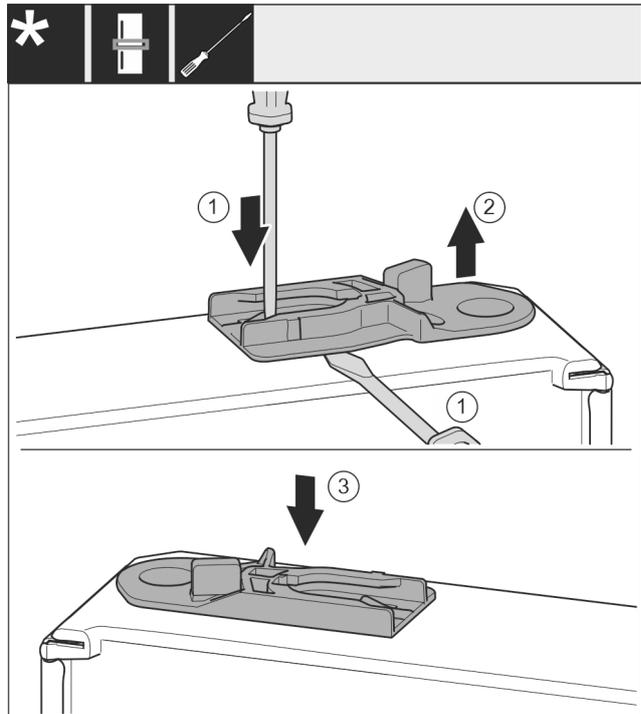

Fig. 41
- ▶ 拉出导向轴套：将接片 Fig. 41 (1) 用带槽螺丝刀按住的同时将带槽螺丝刀移动到导向轴套 Fig. 41 (2) 下方。
- ▶ 将供货时附带的导向轴套 Fig. 41 (3) 插入外壳的另一侧。